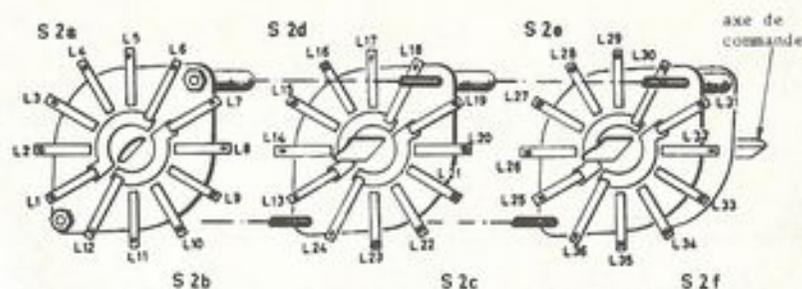

Figure 33
b) Le commutateur S2 du type rotatif, est représenté sur la figure 33. Il est constitué de six circuits indépendants (S2-a, S2-b, S2-c, S2-d, S2-e et S2-f) à cinq positions.
Pour vous permettre de repérer sans difficulté les cosses du commutateur S2, TOURNEZ son axe de commande complètement à droite, dans le sens des aiguilles d'une montre, comme indiqué sur la figure 33 et REPORTEZ-VOUS, lors de chaque opération de câblage, à cette figure qui vous donne clairement la numérotation des cosses.
RELIEZ à l'aide d'un morceau de fil étamé nu (de diamètre 0,5 mm), la cosse L1, repérée sur la figure 33, à la cosse L2 du commutateur S2. SOUDEZ sur les deux points.